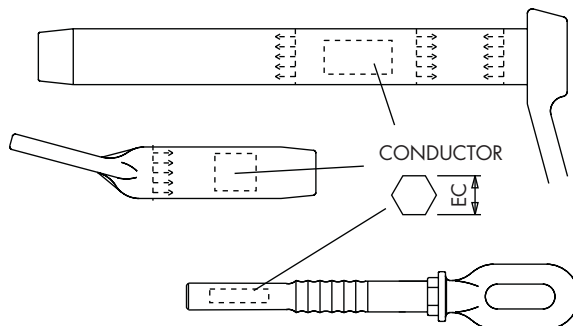

Fig. 1
4. Asegurarse de que la grapa o empalme utilizado es adecuado para el cable a comprimir. La designación del conductor viene grabada en las distintas partes de la grapa o empalme. No utilizar nunca una grapa o empalme de compresión cuyo grabado no coincida con la designación del conductor (fig. 1).
5. Comprobar que el tamaño de la matriz de compresión es el adecuado, tanto para las partes de aluminio como para las de acero. La distancia entre caras después de la compresión viene grabada en la propia pieza (fig. 1).
4. Make sure that the compression clamp or joint is suitable for the conductor. The conductor code name is marked indelibly in all the parts of the clamp or joint. Never use a compression clamp or joint with a marking different from conductor's (fig. 1).
5. Confirm that the die size is suitable for both aluminium and steel parts. The distance across flats of the hexagon after compression is indelibly marked on the parts (fig. 1).